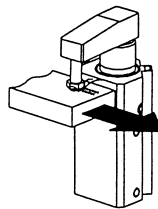

図5
- ④ クランプ中にワークが外力等により動く様な使用はしないでください。(図5)
- ⑤ その他、シリンダのピストンロッドに回転力の掛る様な使用はしないでください。
- ① 回転方向での、仕事は行わないでください。